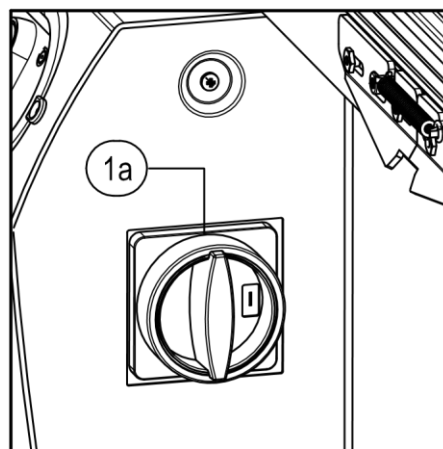

Fig.6
Hoofdschakelaar (1) op "1" plaatsen om de machine onder spanning te brengen (fig 6.).